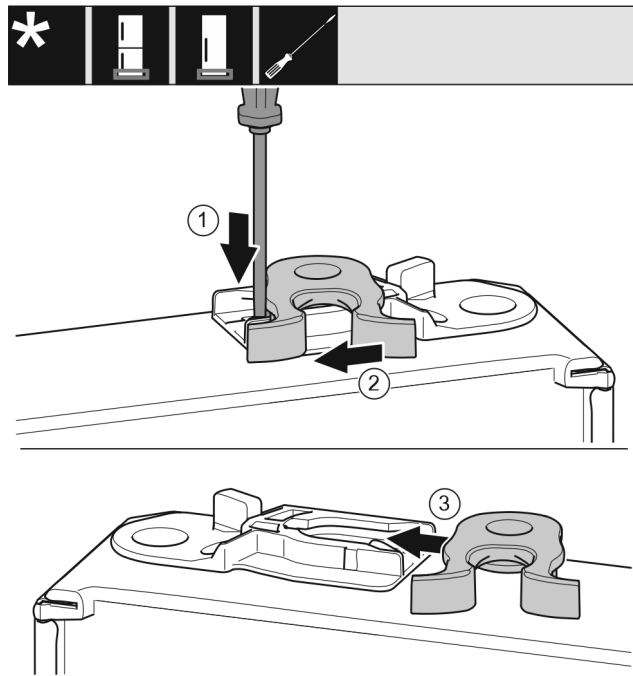

Fig. 19
- Lasche Fig. 19 (1) mit Schlitzschraubendreher nach unten drücken.
- Schließhaken Fig. 19 (2) aus Führung ziehen.
- Schließhaken Fig. 19 (3) auf anderer Seite in Führung schieben.